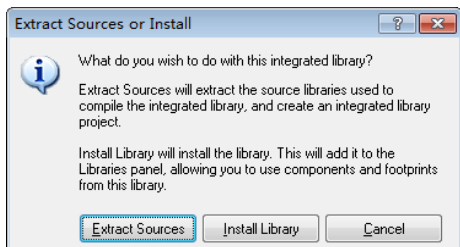

图 18-25 提取源或者安装集成库对话框
① 执行菜单命令 File >> Open[Ctrl + O], 在打开的文件对话框中找到该集成库文件, 单击 OK 按钮退出对话框。
② 此时弹出一个释放或者安装集成库文件的对话框, 如图 18-25 所示, 从中可以释放或者安装集成库文件。单击 Extract Sources 按钮, 系统即在此集成库文件所在路径下新建一个与集成库文